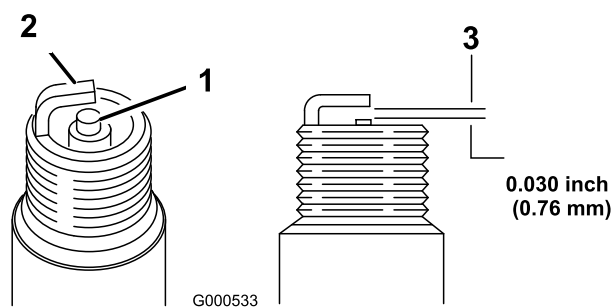

Figure 27
5. Réglez l'écartement des électrodes à 0,76 mm (Figure 27).